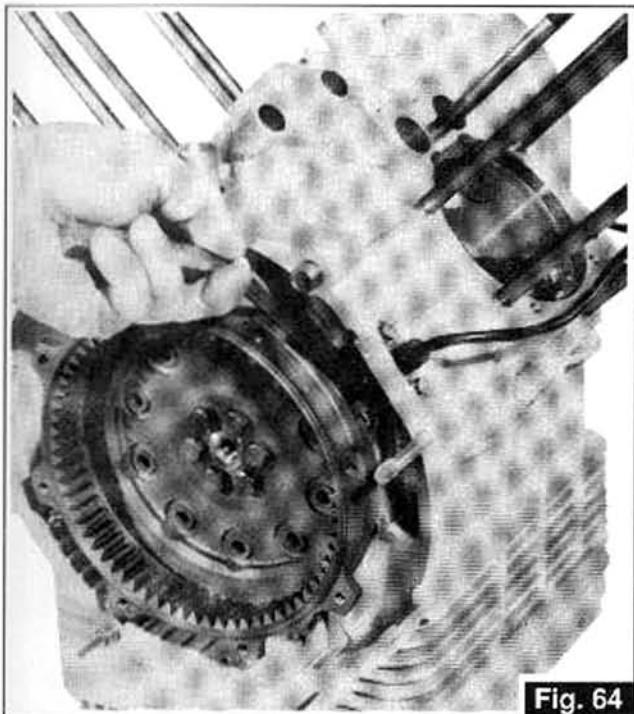

Fig. 64
- Vérifiez l'entrefer entre l'extrémité du capteur de phase et la surface des dents obtenues sur le volant moteur. Entrefer attendu 0,3+0,8 mm (Fig. 64).
- Überprüfen, ob der Luftspalt zwischen dem Phasensensor und der Oberfläche der auf dem Motorschwungrad herausgearbeiteten Zähne dem vorgesehenen von mm 0,3+0,8 (Abb. 64) entspricht.